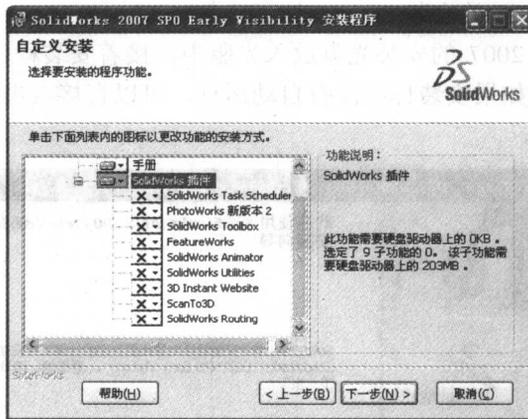

图 1-3 【自定义安装】对话框
(3) 选中【SolidWorks】单选按钮，然后单击 **自定义(U)** 按钮进入【自定义安装】对话框，如图 1-3 所示。